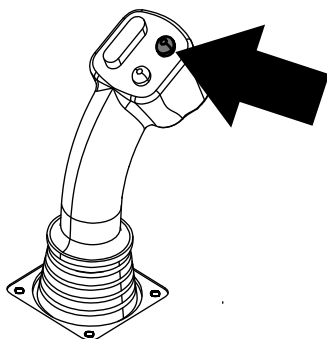
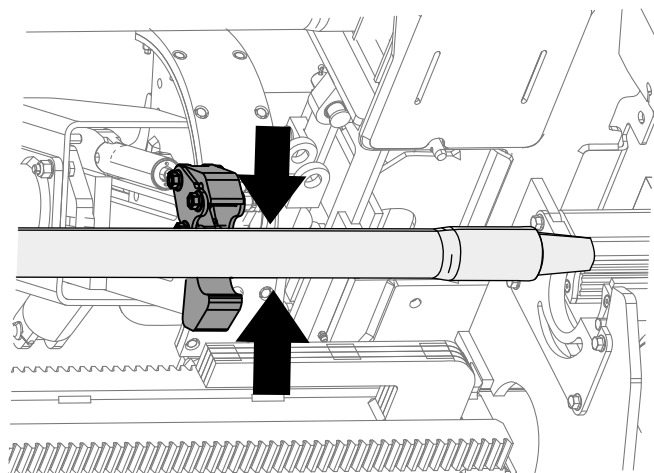

Figura 11
Figura 12
6. Mantenga pulsado el botón superior del joystick para agarrar el tubo (Figura 11 y Figura 12) y suelte el botón.